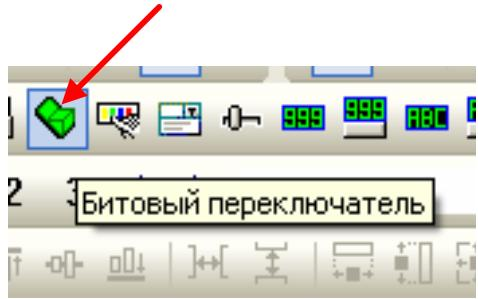
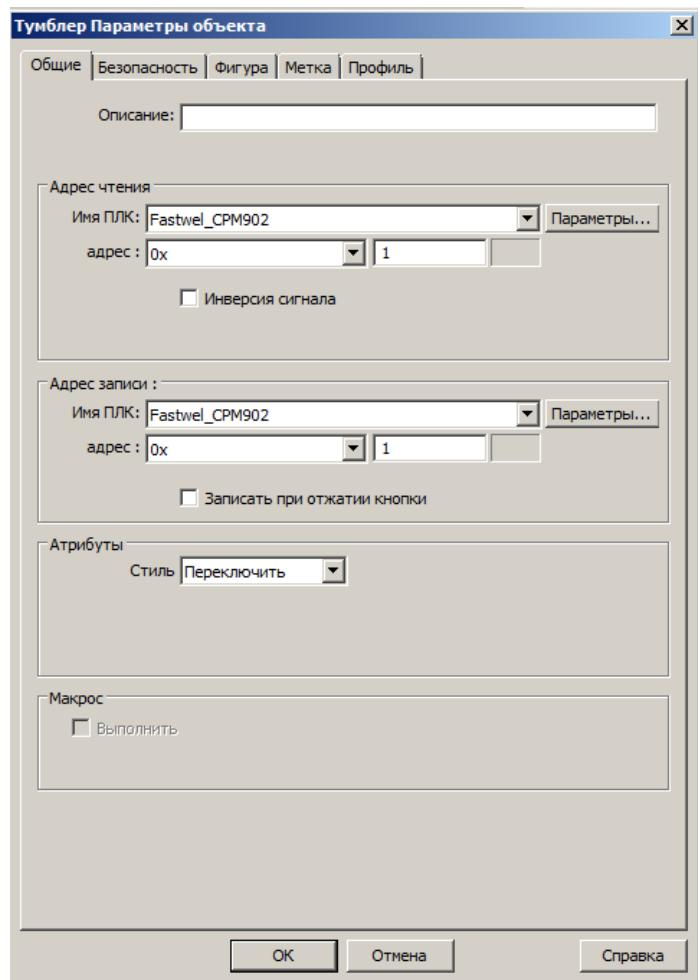

Рис. 13. Пиктограмма элемента Битовый переключатель
Рис. 14. Параметры элемента Битовый переключатель
3.5.1. На панели инструментов выбрать пиктограмму элемента Битовый переключатель, как показано на рис. 13. Откроется окно редактирования параметров этого элемента (рис. 14).